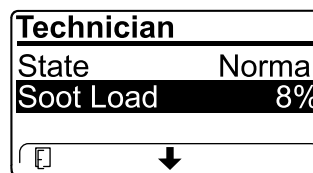

図 27
- すすの蓄積レベルDPF ので表示される 図 27 を確認するすす蓄積表を参照